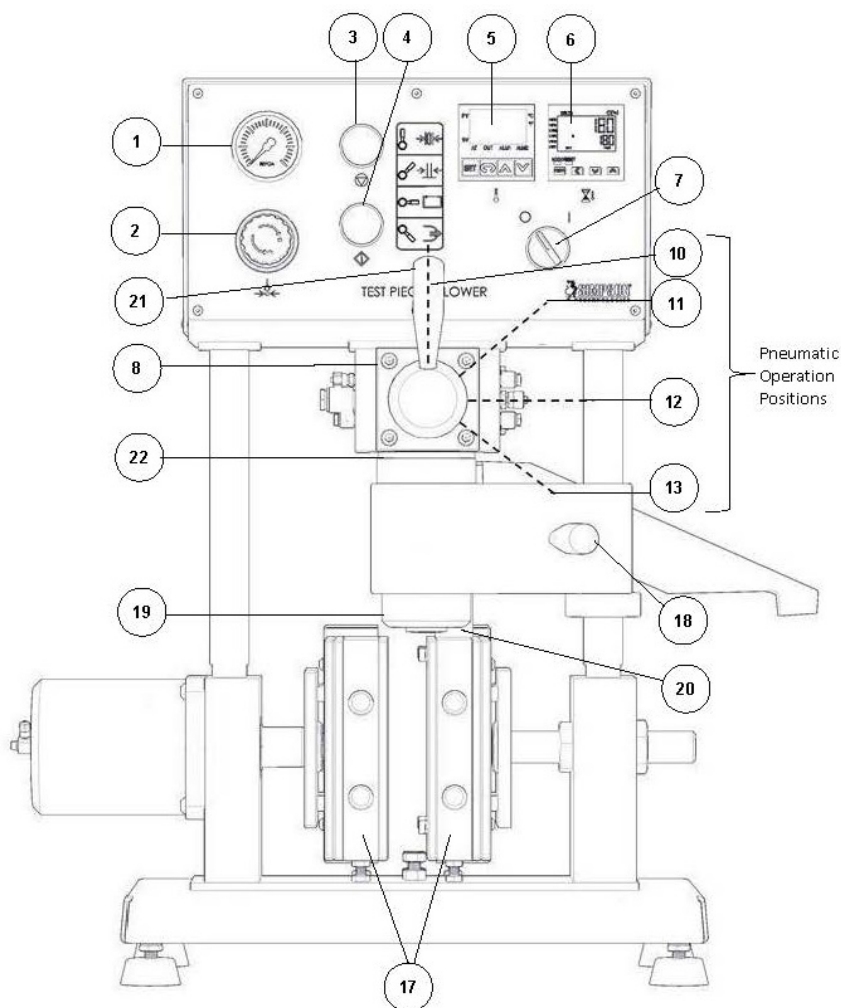
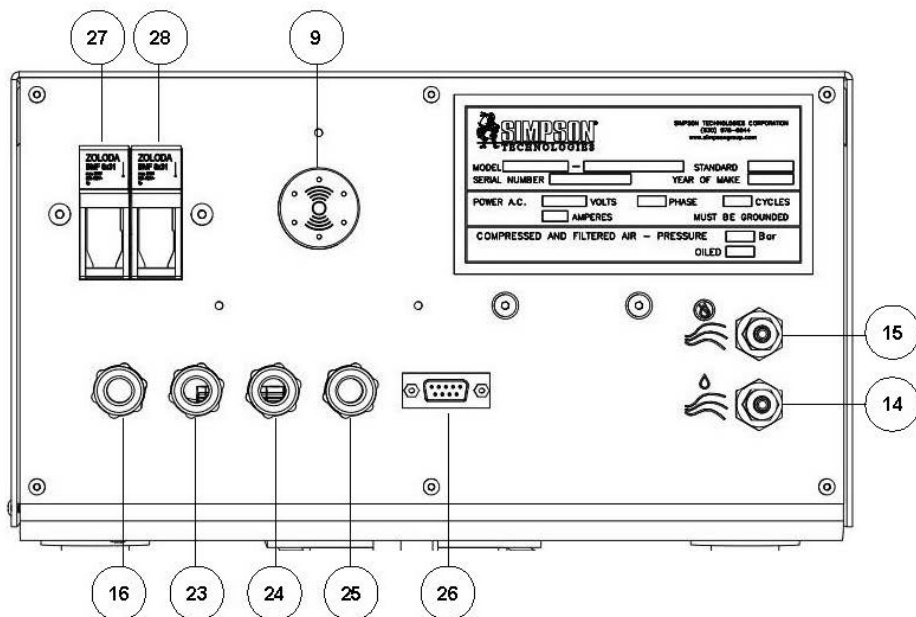

Рис. 3: передний план – Устройство надува образцов
Рис. 4: Вид сзади - Устройство надува образцов
1. Проверьте напряжение на шильдике, расположенном на задней панели устройства надува. Подключите кабель питания, поставляемый вместе с устройством, к гнезду питания, расположенному на задней части устройства (поз. 16, рис. 4).
Верхний правый вход (поз. 15, рис. 4) - для надувочного воздуха, который должен быть отфильтрован и не содержать смазочного масла.
Нижний правый вход (поз. 14, рис. 4) - для воздуха, который должен быть отфильтрован и смазан.
1. Включите электропитание (поз. 7, рис. 3).
3. Установите требуемую температуру отверждения на регуляторе температуры (поз. 5, рис. 3).
4. Поместите нужный стержневой ящик, предварительно обработанный разделяющим агентом, между нагревательными плитами (поз. 17, рис. 3) машины и закройте плиты, переведя рукоятку селектора пневматического управления (позиция 21, рис. 3) из положения ОТКРЫТО (Пункт 10, рисунок 3) в положение ЗАКРЫТО (пункт 11, рисунок 3).
5. Установите необходимое время ожидания с помощью таймера (пункт 6, рисунок 3).
6. Определите давление надува и настройте регулятор давления надува (поз. 2, рис. 3), поворачивая ручку влево или вправо при наблюдении за манометром давления воздуха (поз. 1, рис. 3). Регулятор воздуха имеет фиксирующую ручку. Вытяните ручку, чтобы разблокировать или нажмите, чтобы заблокировать.
Не оставляйте картридж смеси (позиция 19, рис. 3) поверх нагревательных плит, когда не производите надув образцов. Тепло от плит вызовет отвердевание смеси в отверстии надува и блокирует его.
7. Поверните рычаг (поз. 18, рис. 3) так, чтобы теплоотражающая пластина находилась над нагревательными плитами. Когда температура нагревательных плит достигнет заданного значения, снимите картридж смеси (пункт 19, рисунок 3) из вращающейся опоры картриджа (пункт 18, рисунок 3).
9. Установите картридж в держатель картриджа (поз. 18, рис. 3). Поверните узел в направлении упора картриджа (поз. 20, рис. 3).
10. Поверните рукоятку селектора пневматического управления (поз. 21, рис. 3) в положение (поз. 12, рис. 3), что опускает картридж к закрытой оснастке. Переключите рукоятку в положение надува (поз. 13, рис. 3). Чтобы завершить надув, поверните рукоятку селектора (поз. 21, рис. 3) назад в положение (поз. 12, рис. 3), подождите одну секунду, а затем вернитесь назад в положение (поз. 11, рис. 3), чтобы разблокировать картридж. Нажмите кнопку Пуск (поз. 4, рис. 3), чтобы запустить таймер.
11. Разверните картридж смеси (поз. 19, рис. 3) и опорный рычаг (поз. 18, поз. 3) в исходное положение так, чтобы теплоотражающая пластина находилась над плитами нагревателя (поз. 17, рис. 3)
12. Когда время отверждения будет окончено, раздастся звуковой сигнал (поз. 9, рисунок 4). Нажмите кнопку отключения сигнала (поз. 3, рис. 3) и поверните рукоятку селектора (поз. 21, рис. 3) против часовой стрелки до крайнего положения (поз. 10, рис. 3).
7.1 Условные обозначения – Рисунок 3 и Рисунок 4